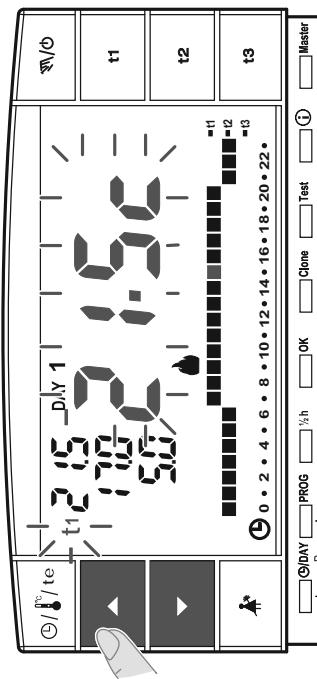

fig. 30
- Tramite i tasti **▲** **▼** impostare il valore di limitazione della temperatura (esempio in fig. 30).